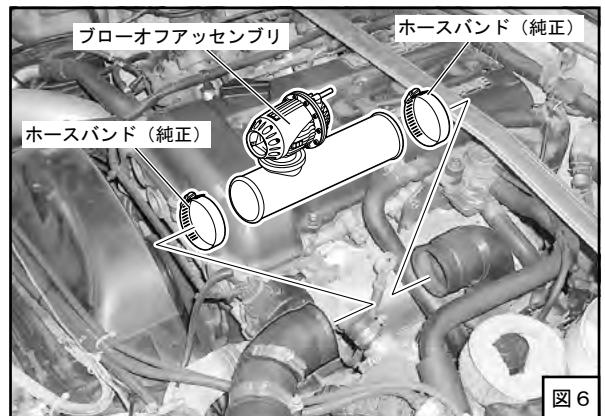

図 6
(4) ブローオフアッセンブリを取付けてください。 (図 6)